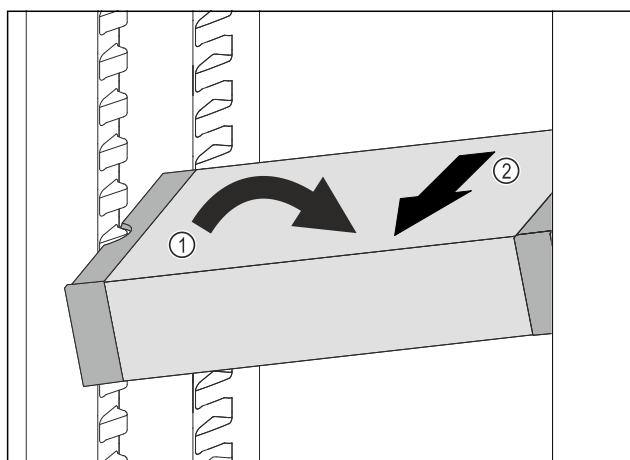

Fig. 186
- Ukosite ladicu VarioSafe u hladnjaku. Fig. 186 (1)
- Izvadite ladicu VarioSafe prema naprijed. Fig. 186 (2)